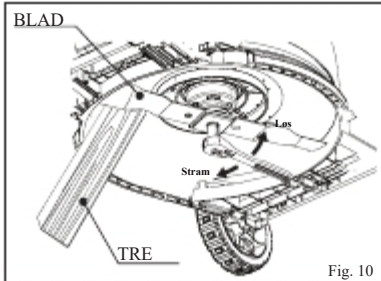
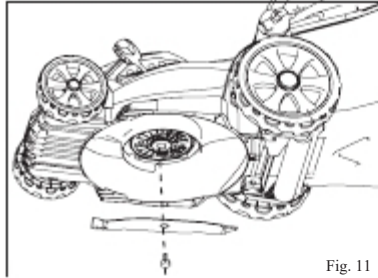

Fig. 10
Fig. 11
MERK: Se fig.10, fig.11 og fig.12.
4. Vend en blokk av tre mellom bladet og klippeaggregatet for å hindre bladet fra snu (se fig.10).
6. Fjern bladbolten og bladet (se Fig.11).